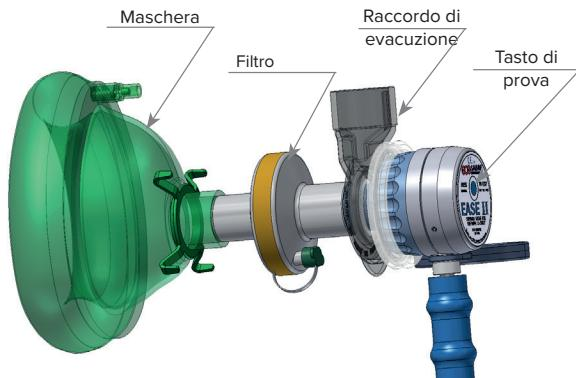

Fig. 1: Fissaggio del raccordo di evacuazione, del filtro un della maschera
- Se il sistema include il raccordo di evacuazione, esso va collegato alla valvola a domanda con una leggera pressione (vedere Fig. 1).
- Scegliere una maschera adatta o un boccaglio, o un fi ltro per il paziente e fissaarli alla valvola a domanda pressandoli sulla presa conica con il diametro di 22 mm sulla valvola paziente (vedere Fig. 1).